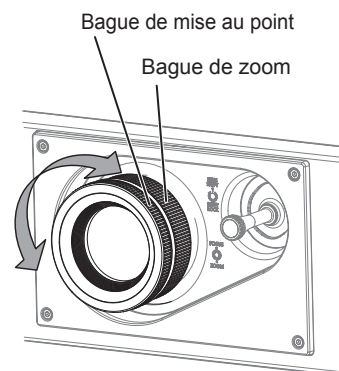

Fig. 2
5) Réglez le zoom et la mise au point. (Fig. 2)